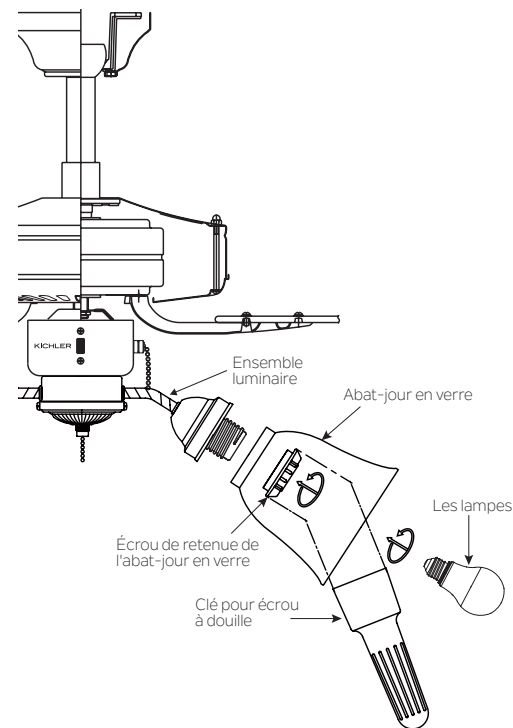

Fig. 3
1. Retirez l'écrou de retenue de l'abat-jour en verre de chaque douille. Insérez un abat-jour en verre (non inclus) dans le porte-verre, puis remettez en place et serrez l'écrou de retenue jusqu'à ce qu'il soit bien serré. Répétez cette procédure pour les nuances de verre restantes. (Fig.3)
2. Installez des lampes LED de 4,9 watts (incluses). (Fig.3)